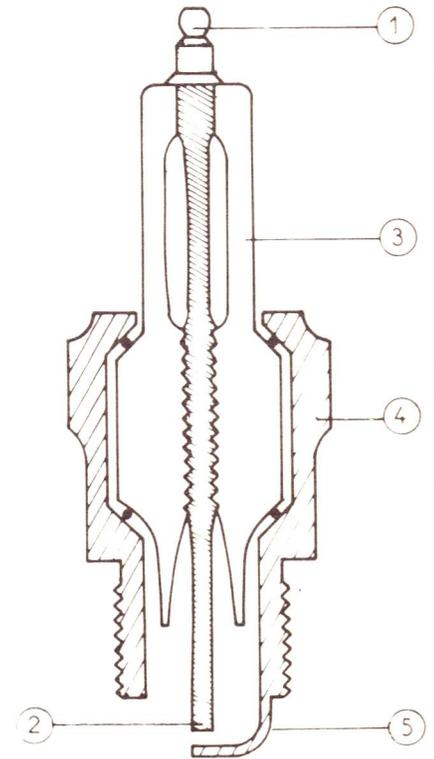

Figure 14
Chaque bougie (**figure 14**) est constituée d'un conducteur relié d'une part à un dispositif de fixation du fil venant du rupteur (1), d'autre part à l'électrode centrale (2). Le tout est noyé dans un isolant (3), généralement